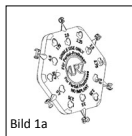
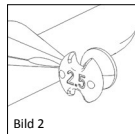

Bild 1a
Bild 2
■ **Bild 1a, 1b/2** Tolkskivan (Bild 1a, 1b) för partialproteser har sex separata tolkar av olika längd (2,0 - 4,5 mm) som är fastgjorda i satellitform. På baksidan av varje tolk anges motsvarande längd (Bild 2). Öppningarna och borrhålen är till för att minska vikten, såväl som att ge bättre översikt under mätningens förloppet i mellanörat.